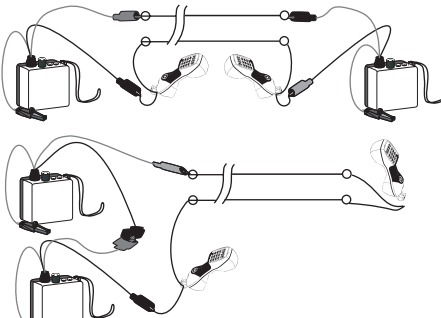

Figure 2. Suministro de la potencia para hablar
*Se pueden añadir aparatos de prueba adicionales en serie (pinzas roja a pinzas negra), para aumentar el suministro de potencia para hablar cuando sea necesario (Figure 2).*